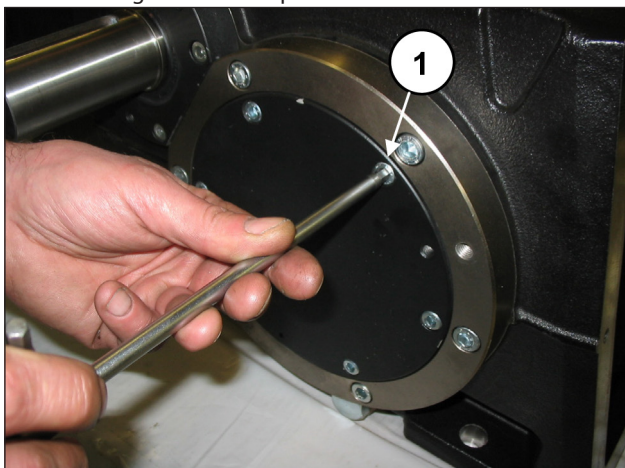

Fig. 11
Provvedere ora allo smontaggio dei due coperchi cuscinetto svitando le relative viti (pos. ①, Fig. 11).